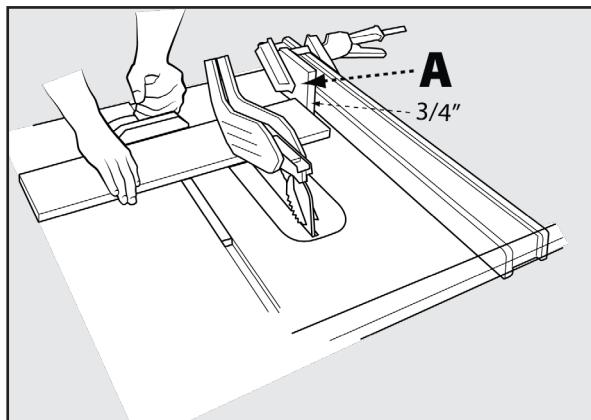

FIGURE 39
Lorsque vous coupez transversalement un certain nombre de pièces à la même longueur, vous pouvez serrer un bloc de bois (A) (voir Figure 39) au guide et l'utiliser comme une jauge de coupe. Le bloc (A) doit faire au moins 3/4 pouces (19 mm) d'épaisseur pour empêcher le coincement de la pièce coupée entre la lame et le guide. Une fois que la longueur de coupe est déterminée, verrouillez le guide et utilisez le guide à onglets pour faire avancer la pièce dans la lame.